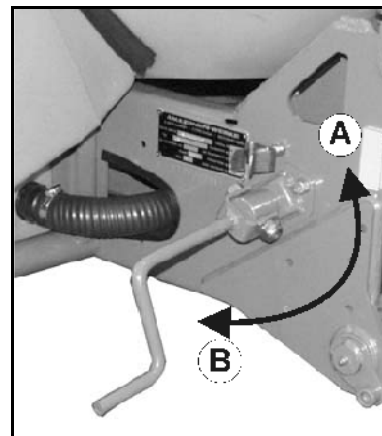

Fig. 31
- Sveiven i aktiveringsstilling (Fig. 31).
Løsne parkeringsbremsen: Fig. 31/A
Trekk i parkeringsbremsen: Fig. 31/B